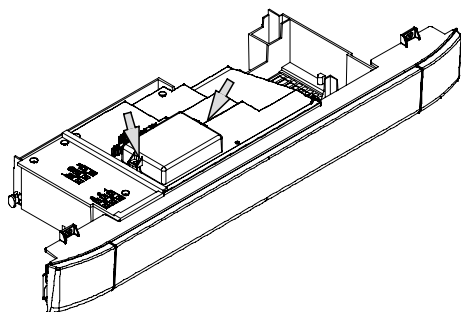

Figura 5.22
- Togliere le due viti indicate in Figura 5.22 e aprire il coperchio della morsetteria collegamento sonda esterna e comando remoto.